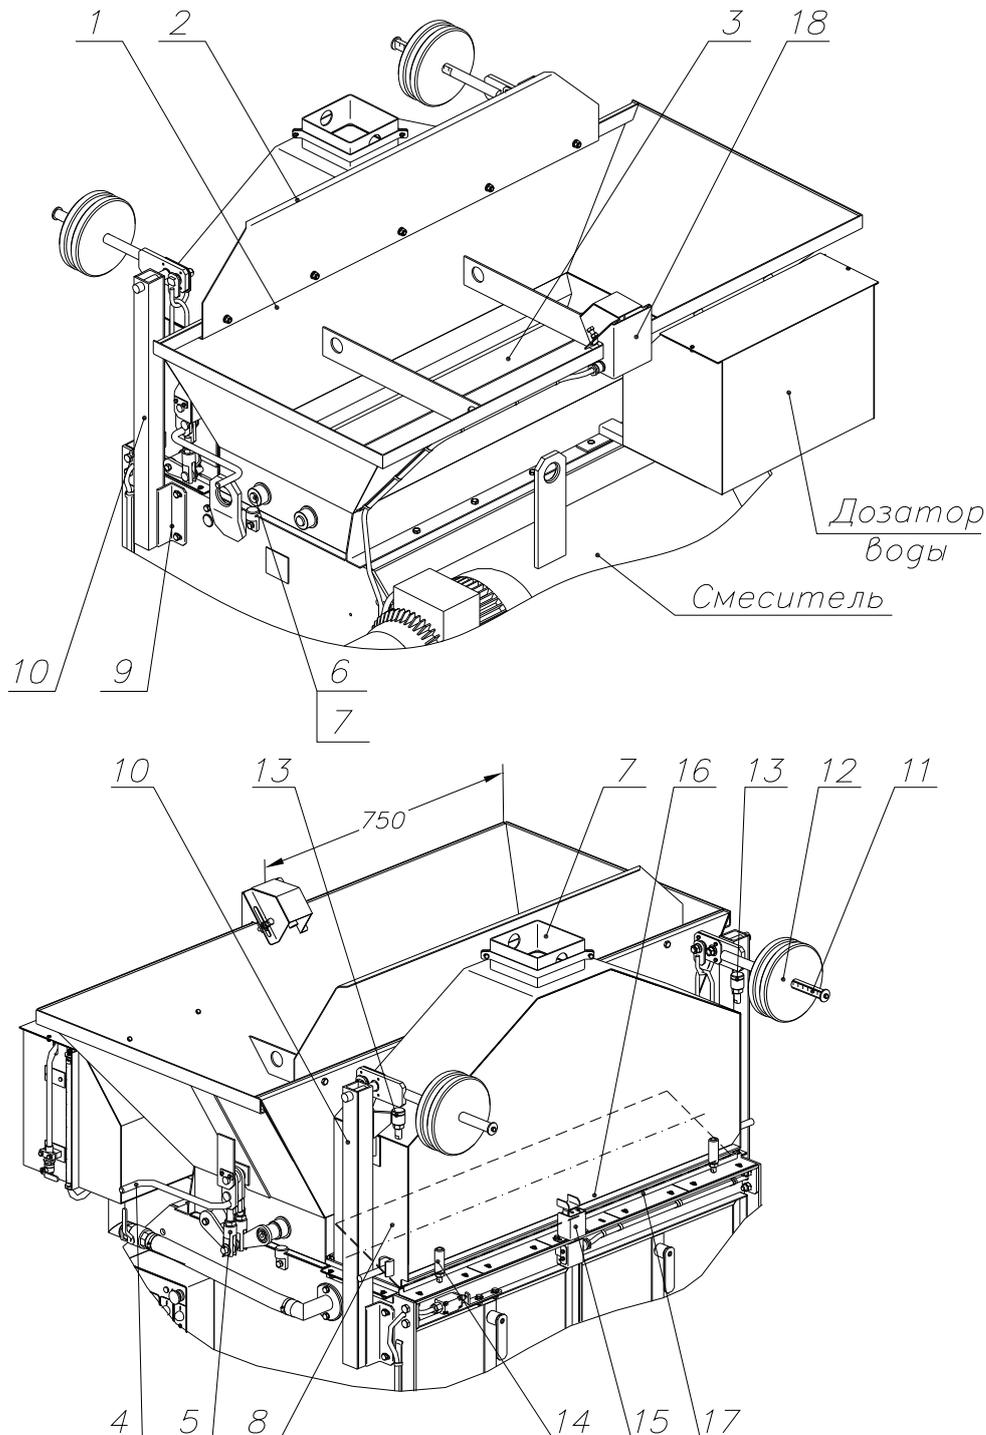

Рис. 2. Дозатор компонентов.
Дозатор (Рис. 2) состоит из двух самостоятельных отсеков: заполнителя 1 и вяжущего 2. Первый закреплен на смесителе неподвижно, а второй с возможностью небольшого (3...5 мм) вертикального перемещения.
2.3.1. Подать заполнитель в емкость отсека заполнителя до срабатывания указателя уровня 18 (Рис. 2), отключающего привод загрузочной машины. Для обеспечения загрузки бункера по всему объему указатель имеет возможность перемещения вдоль стенки бункера, а размещенный в нем бесконтактный емкостной выключатель перемещается вверх и вниз вместе с защитным кожухом по пазам основания. Разгрузка заполнителя в смесительную камеру осуществляется поворотом рычага 4 против часовой стрелки на угол 100°, после чего рычаг возвращается и фиксируется в исходном положении. Причем ход фиксации ощу-
2.3.2. Подать цемент в емкость отсека вяжущего включив двигатель транспортирующей машины (шнекового транспортера). По мере заполнения бункера происходит его уравновешивание на рычагах и, перемещаясь вниз, он воздействует на датчик, разрывая цепь питания двигателя. Разгрузка бункера производится поворотом рукоятки 9 (Рис. 2) по часовой стрелке. После разгрузки рукоятку перевести в исходное положение и, приложив небольшое (3...5 кг) усилие, зафиксировать. Следующая доза вяжущего отмеряется повторным пуском двигателя транспортирующей машины. Цикл повторяется.